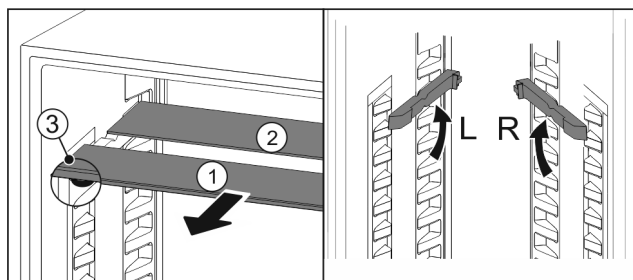

Fig. 67
- ▶ 将玻璃隔板逐个向前拉出 Fig. 67 (1)。
- ▷ 带装饰条的玻璃隔板 Fig. 67 (1)在前。
- ▷ 阻挡装置 Fig. 67 (3)指向下方。